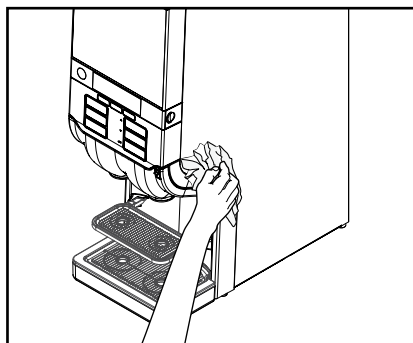

Bild 33
6. Torka av apparaten utvändigt med en ren och fuktig duk (bild 33).